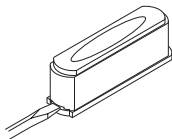
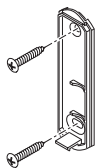

Figure 1
Figure 5
1. **Retirez la languette orange de la pile du bouton-poussoir.** Ôtez la partie arrière du boîtier en enfonçant la patte du bas au moyen d'un petit tournevis (voir la Figure 1). Retirez la languette orange.
- **Au moyen de vis :** Pour faire l'installation avec les vis, enlevez le dos du boîtier en poussant sur les agrafes de la base avec un tournevis (voir la Figure 1). *Remarque :* Enlevez les débris des trous de vis (au besoin) avant d'installer les vis. Fixez le dos du boîtier au chambranle ou au mur (voir la Figure 5). Enclenchez la partie avant de l'unité de bouton-poussoir en place.